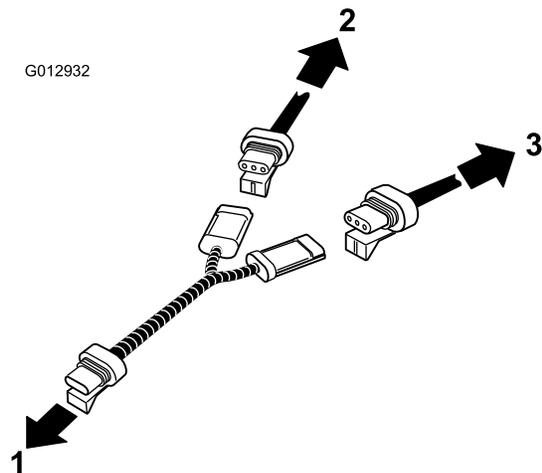

Bild 14
17. Installieren Sie den Y-förmigen Überbrückungskabelbaum zwischen dem Geschwindigkeitssensor und den vorhandenen Sprühkabelbäumen. Schließen Sie den Geschwindigkeitssensor an den vorhandenen Kabelbaum und den Sprühsystem-Kabelbaum an (Bild 14).